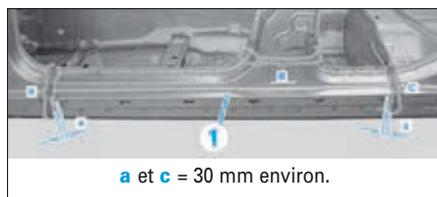

FIG. 89
- Tracer puis découper à l'aide d'une scie dans les zones (A, B et C) (Fig.89).